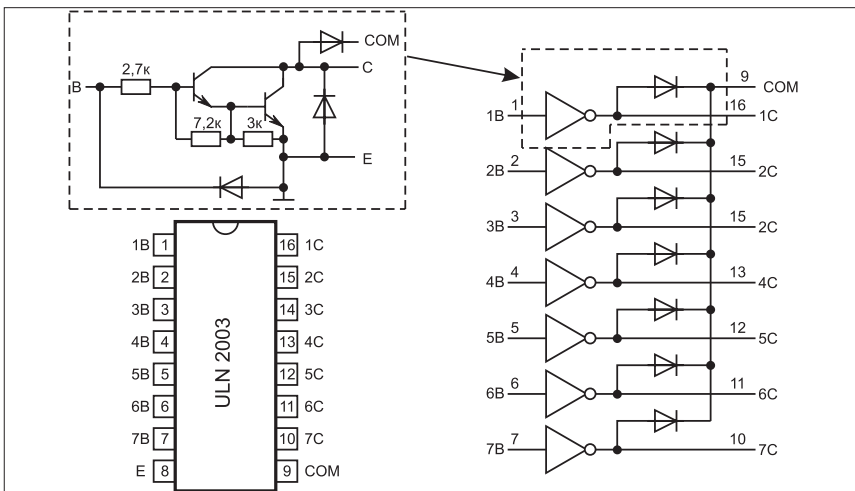

Рис. 6. Структурная схема и цоколевка микросхемы ULN2003. Принципиальная схема одного ключа
- 7-канальный транзисторный ключ в составе микросхемы ULN 2003, используется для усиления выходных сигналов процессора, нагрузками которого являются исполнительные устройства (симистор приводного мотора, реле, индикаторный светодиод). Каждый ключ представляет собой два составных транзистора с элементами смещения и защиты. Структурная схема микросхемы, расположение ее выводов и принципиальная схема одного из ключей показаны на рис. 6.